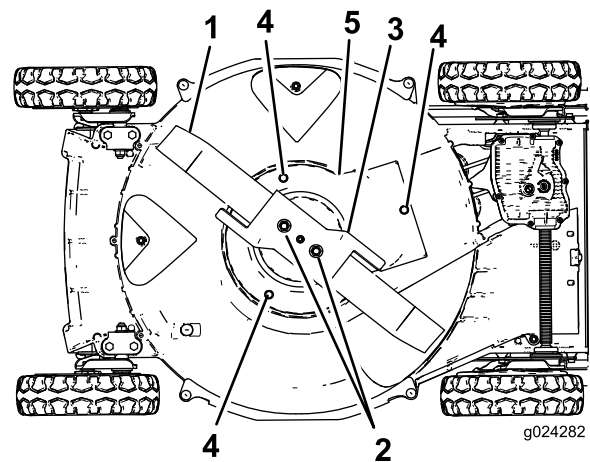

Figura 32
6. Retire las 2 tuercas de la cuchilla, el acelerador y la cuchilla (Figura 32).
7. Retire los tornillos que sujetan el protector del embrague del freno de la cuchilla a la carcasa de corte (Figura 32).